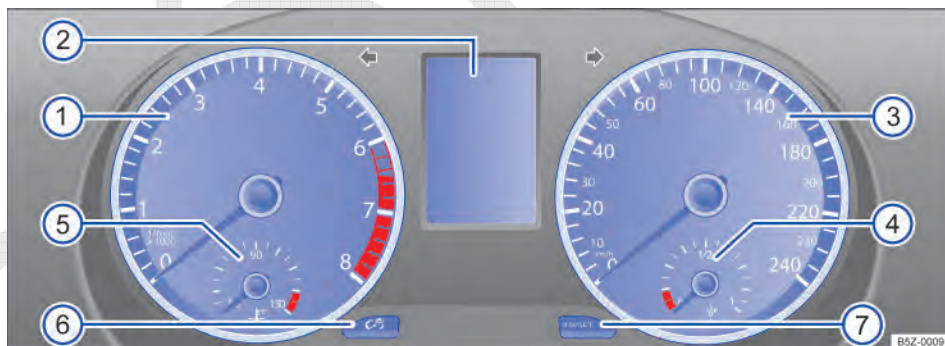

Fig. 9 Instrumento combinado no painel de instrumentos.
Significado dos instrumentos ⇒ Fig. 9:
O indicador do intervalo de serviço aparece no display do instrumento combinado ⇒ Fig. 9 ②.